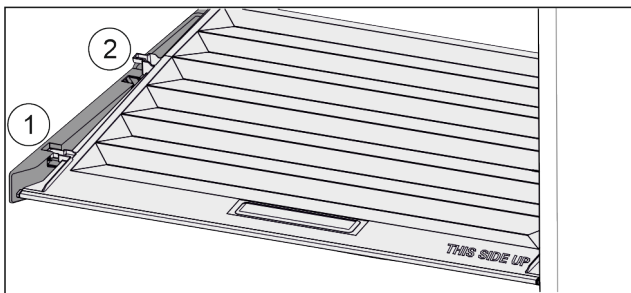

Fig. 83
- ▶ Deksel tot de opening in de vasthouddelen naar voren trekken Fig. 83 (1).
- ▶ Aan de achterkant vanaf de onderkant omhoog tillen en vanaf de bovenkant verwijderen Fig. 83 (2).